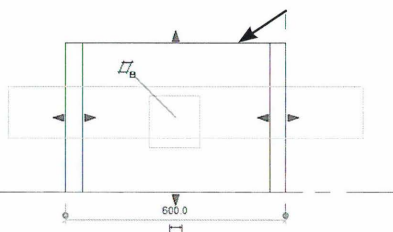

Fig. 05.03. Marker boksen.
- Marker objektet fra side XX, eller op-tegn en simpel *Extrusion*, du behøver ikke markere de to *Void Forms* (Fig. 05.03).